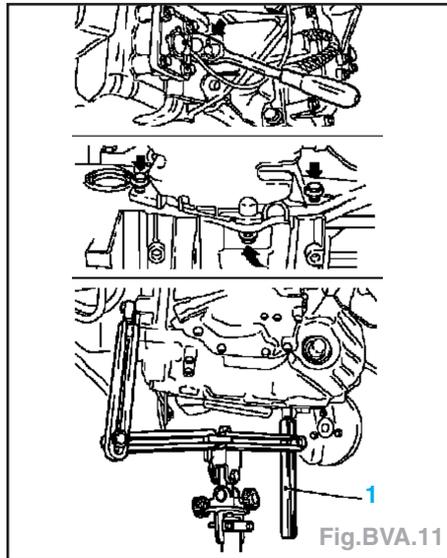

Fig. BVA.11
- Déposer le capuchon, les 3 vis (flèches) pour le convertisseur du disque d'entraînement, les vis inférieures de boîte et reposer le support MKM-886 (1) au cric hydraulique et à la boîte (Fig. BVA.11).